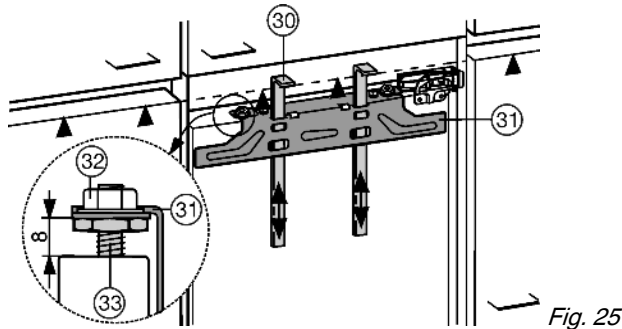
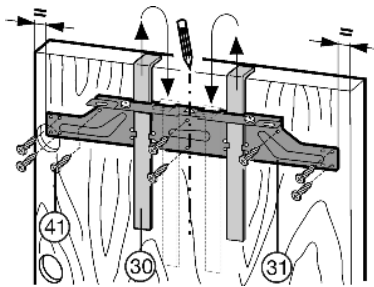

Fig. 25
Fig. 26
Las ayudas de montaje Fig. 25 (30) son necesarias para ambas puertas. Por ello, monte las puertas del mueble de manera consecutiva.
- ▶ Desplace hacia arriba las ayudas de montaje Fig. 25 (30) a la altura de la puerta del mueble. Canto inferior ▲ de tope de la ayuda de montaje = canto superior de la puerta del mueble que se ha de montar.
- ▶ Desatornille el travesaño de fijación Fig. 26 (31) mediante las contratuercas Fig. 25 (32).
- ▶ Enganche el travesaño de fijación Fig. 26 (31) con las ayudas de montaje Fig. 26 (30) en la cara interior de la puerta del mueble.
- ▶ Alinee el travesaño de fijación Fig. 26 (31) centrado: trace una línea central corta en la puerta del mueble y coloque encima la punta de la flecha del travesaño.
- ▶ Atornille el travesaño de fijación Fig. 26 (31) con 6 tornillos Fig. 26 (41) como mínimo.
- ▶ Atornille el travesaño de fijación Fig. 26 (31) con 4 tornillos Fig. 26 (41) en el borde.
- ▶ Extraiga las ayudas de montaje Fig. 26 (30) hacia arriba e introdúzcalas invertidas en los orificios de alojamiento adyacentes.